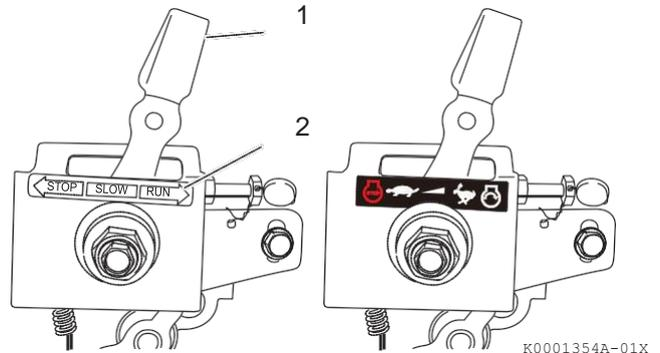

Figure 3
1. Si votre commande de vitesse moteur est similaire à la **Figure 3**, faites glisser le levier de commande de vitesse moteur **(Figure 3, (1))** sur MARCHE (RUN) **(Figure 3, (2))** sur MARCHE (RUN)